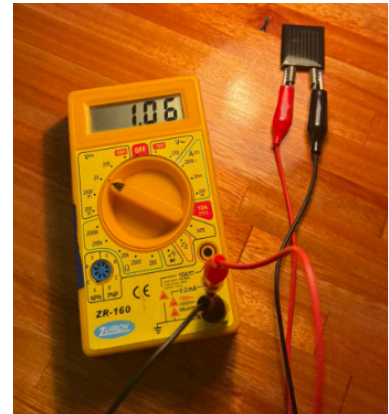

Fig. 2.5: la medición de la tensión a diferentes distancias.
2. Midiendo con la regla, cambiar la distancia de la célula solar a la lámpara en pasos de 5 cm. Comenzar con una distancia de 5 cm (Fig. 2.5).